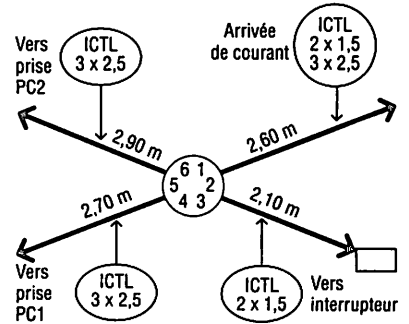

Fig. 9 : Schéma d'une pieuvre.
**3.2. Confection de la pieuvre (fig. 9)**